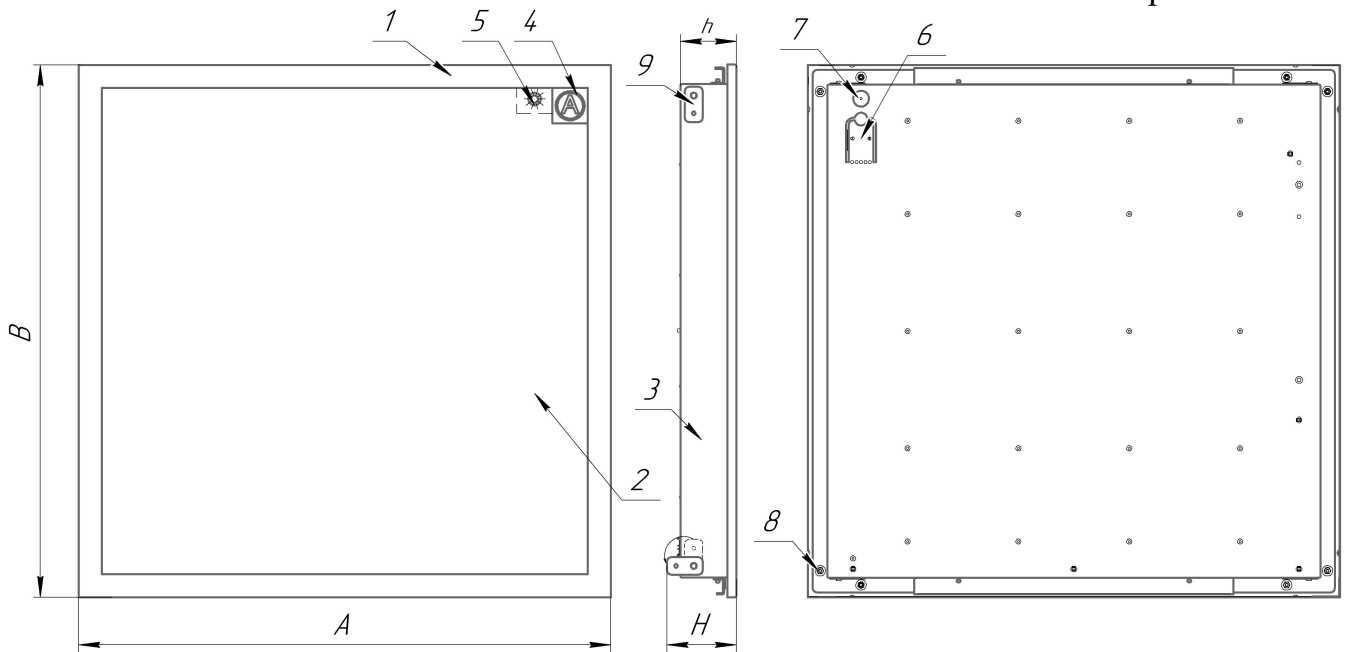

Рисунок 1 - Светильник ДВО12 VDG EM3 МТ
3.2 Светильники ДВО12 VDG (рис. 1 приложения А) состоят из корпуса (со встроенным светодиодным модулем и источником питания) поз.3, закреплённого гайками поз. 8 на обечайке поз. 1, рассеивателя поз. 2, язычка с клеммной колодкой для подключения к сети питания 220 В поз. 6, заглушки поз. 7 и пластин подвеса поз. 9. Светильники оборудованы магнитным тестом, поз. 4, расположенным под наклейкой А на рассеивателе и индикатором заряда поз. 5.
5.5 Поверните пластины подвеса поз. 9 в вертикальное положение (рис. 1). Установите светильник на потолочные рейки таким же образом, как и потолочные панели (рис. 2).
потолка, через отверстия пластин подвеса (поз. 9 рис. 1) светильника и закрепите их на запотолочной поверхности таким же образом, как и подвесы несущих реек.
5.8 Индикатор заряда (поз.5 рис. 1) информирует о режиме работы АКБ:
5.13 Для замены аккумуляторной батареи отключите светильник от сети и демонтируйте его. Затем открутите гайки (поз. 8 рис. 1) и отсоедините корпус от обечайки, как показано на рис. 4. Замените аккумулятор на аналогичный. При подключении аккумулятора к БАП **соблюдайте полярность**. Надёжно закрепите аккумулятор на пластине БАП. Соедините корпус с обечайкой и закрепите гайками с шайбами. Для обеспечения надёжной фиксации гайки необходимо закручивать торцовым гаечным ключом.